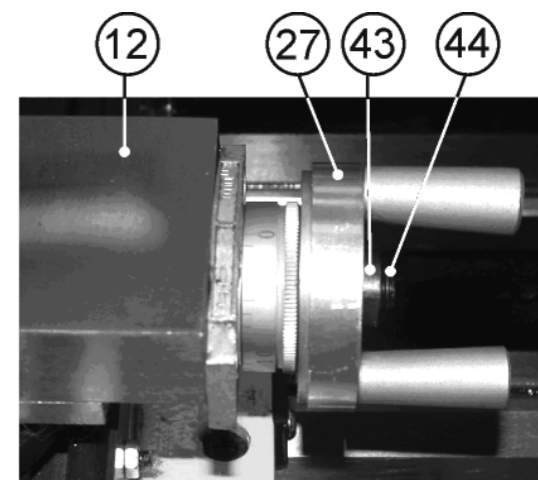

Рис. 7
### 9.4. Регулировка перемещения ходовых винтов суппортов (Рис. 7, 8)
9.4.1. Для регулировки перемещения ходового винта поворотного суппорта (12) необходимо ослабить фиксацию гайки (43) поворотом винта (44) против часовой стрелки. Вращая гайку (43) по часовой стрелке, выберите люфт. Вращение маховика (27) подачи поворотного суппорта должно быть свободным и плавным. Поворотом против часовой стрелки винта (44) зафиксируйте положение гайки (43), Рис. 7.